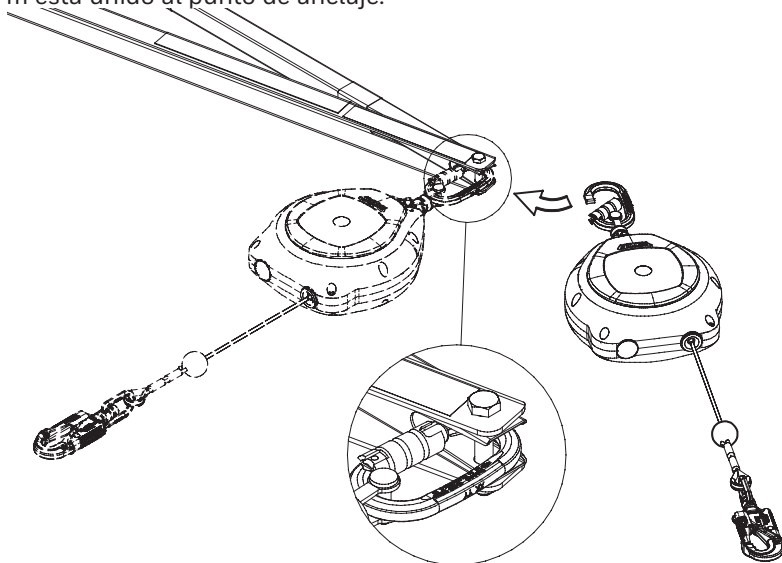

Figura 29. Colocación de un bloque de detención de caídas Falcon de 6,2 m.
- 10.2. Conecte el bloque de detención de caídas. Asegúrese de que el componente esté correctamente conectado y protegido al sistema de anclaje SkyReach. La Figura 29 muestra cómo el bloque de detención de caídas Falcon de 6,2 m está unido al punto de anclaje.